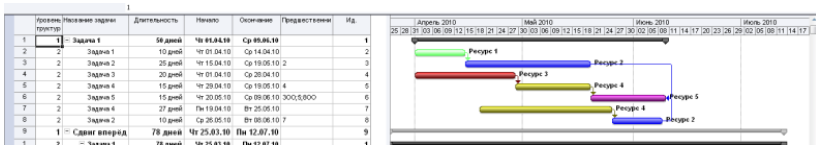

Рисунок 15 - Исходный план работ
2. Все работы сдвигаются максимально к концу проекта. Это можно сделать, задав для них режим Начинать как можно позже. В результате рисунок 15 преобразуется к виду рисунка 16.